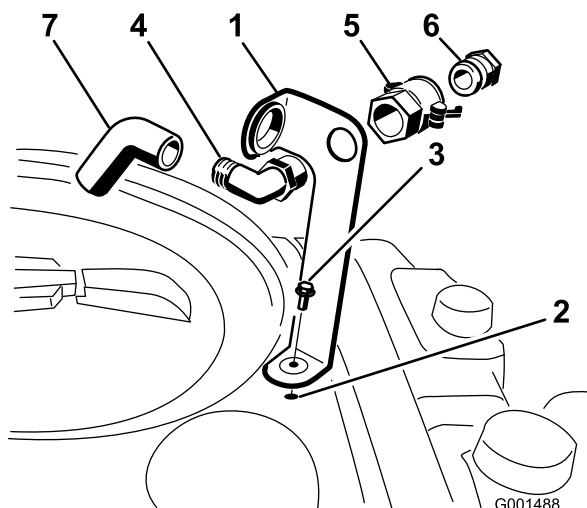

Figura 3
1. Coloque el soporte del dispositivo de llenado sobre el taladro roscado del depósito y fíjelo con una tuerca con arandela prensada (5/16 x 3/4 pulgada) (Figura 3).
2. Pase el extremo roscado del codo de 90° por el soporte y enrosque sobre el mismo el acoplamiento rápido, fijándolo al soporte (Figura 3).
3. Instale el adaptador de manguera en el acoplamiento rápido (Figura 3).
4. Bloquee el adaptador en su sitio moviendo las palancas hacia el adaptador y luego fíjelas con los pasadores de horquilla (Figura 3).
5. Instale la manguera antisifónica a través de la abertura grande del soporte y en el extremo dentado del codo de 90° (Figura 3).